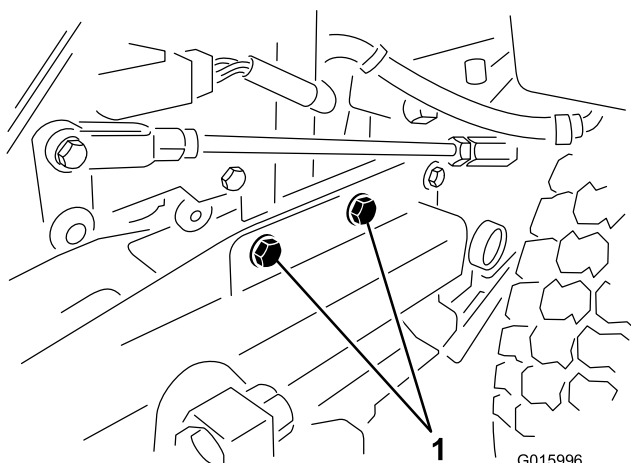

Figura 4
- Localice los dos pernos situados junto al larguero izquierdo y retire los 2 pernos y las 2 tuercas (Figura 4).